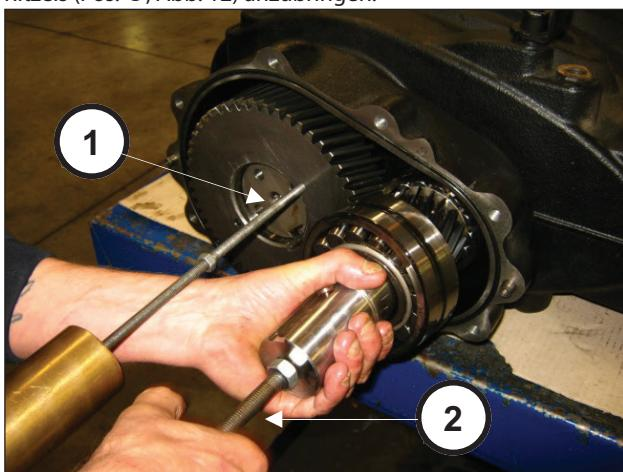

Abb. 12
Zur Entnahme der Gruppe Ritzel + Zahnkranz ist es erforderlich, Schlagwerke an den 2 Bohrungen M8 des Zahnkränzes (Pos. ①, Abb. 12) und an der Bohrung M14 des Ritzels (Pos. ②, Abb. 12) anzubringen.